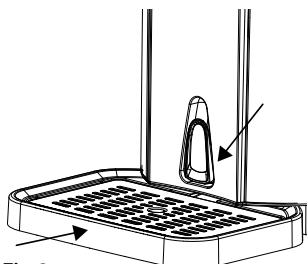

Fig.2
3. Fissare il vassoio raccogli gocce con la griglia all'apposita scanalatura dell'apparecchio. Assicurarsi che la leva di deflusso (fig. 2) e che il rubinetto siano chiusi.